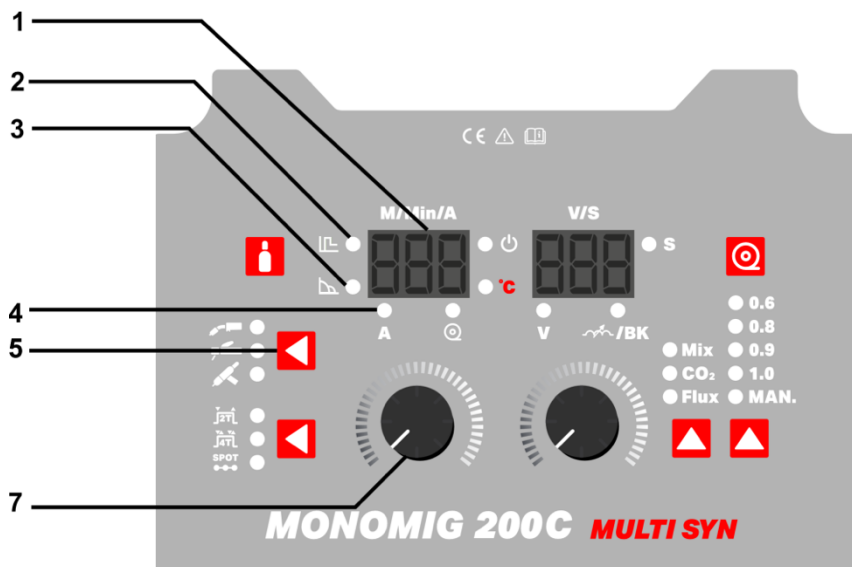

Fig.7
- Selecione soldadura MMA (eléctrodo revestido), pulsando a tecla 5 (Fig.7) até o led MMA acender.
- Regular a corrente de soldadura através do botão 7 (Fig.7) e a corrente desejada visualizará-se no display 1 (Fig.7). Durante a soldadura, este parâmetro está continuamente ativo (girando o botão 7 (Fig. 7), regula-se a corrente de soldadura.
- Selecionar Hot Start pressionando o botão 7 (Fig.7) até que o led 2 (Fig.7) acenda. Ajuste Hot Start - Para melhorar a ignição do arco, ajuste de 0 - 10 girando o botão 7 (Fig.7).
- Selecionar Arc Force pressionando o botão 7 (Fig.7) até que o led 3 (Fig.7) acenda. Ajuste o Arc Force - Para evitar que o eléctrodo cole à peça durante a soldadura, de 0 - 10, girando o botão 7 (Fig.7).